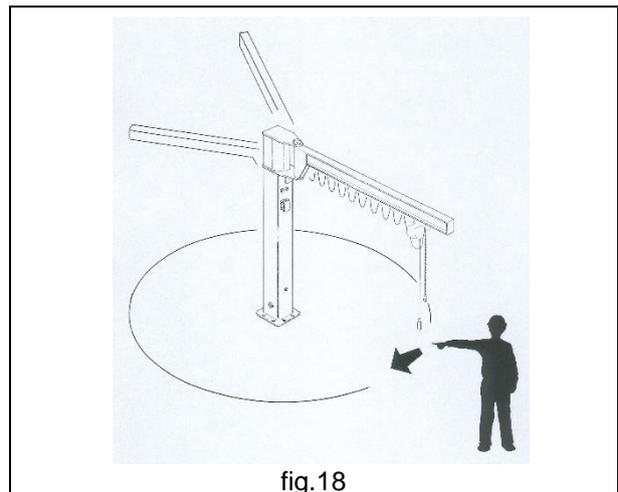

fig.18
- Vérifier l'adéquation des manœuvres de la potence avec d'autres appareils situés à proximité (fig.18)